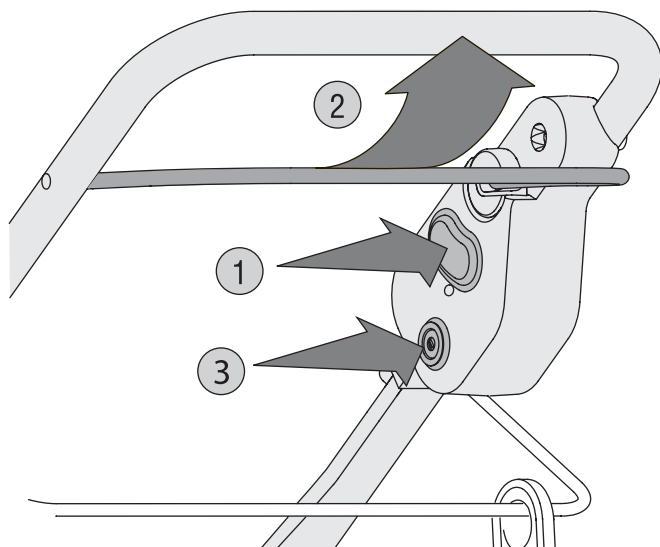

Fig. 6
4. Oprima el botón arrancador (rojo) y manténgalo oprimido (Fig. 6). **NOTA:** Al arrancar el motor de la cultivadora también se inicia la acción de cultivar.
5. Mientras mantiene oprimido el botón arrancador, haga pivotar el gancho hacia arriba contra la manija (Fig. 6, no. 2) para arrancar el motor y engranar los dientes.
2. Oprima el interruptor de protección contra sobrecarga para restablecer (Fig. 6, no. 3).